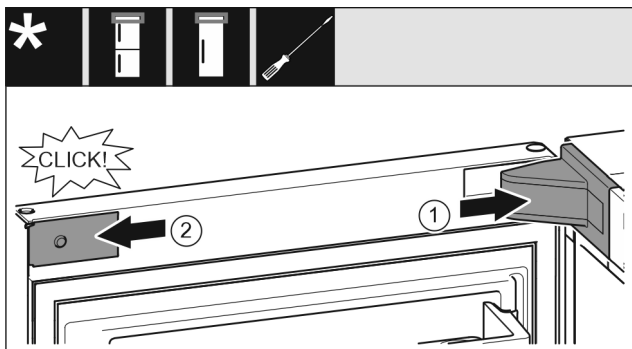

Fig. 22
- ▶ Uzlieciet un nofiksējiet gultņa balsta pārsegu, ja nepieciešams, uzmanīgi atspiediet. *Fig. 22 (1)*
- ▶ Pielieciet un nofiksējiet sānos aizsegu. *Fig. 22 (2)*